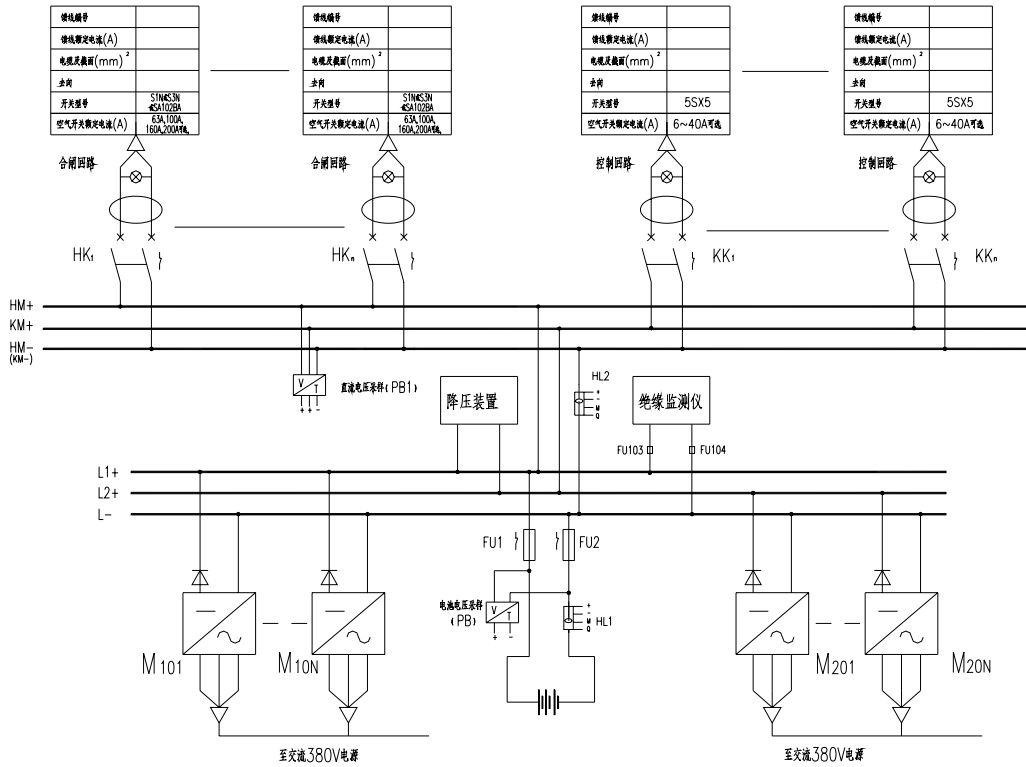

图 1-10 GZDW35 接线方案
3. 有降压装置 GZDW35, 同时设置控制母线模块, 见图 1-10.